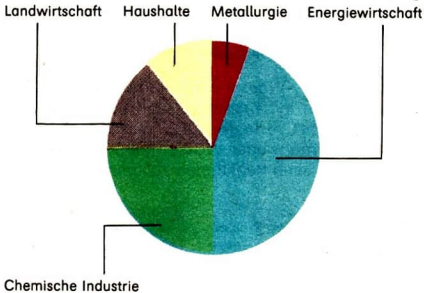

Abb. 21
**Nutzung natürlicher Wasservorräte.** Alle Lebewesen müssen regelmäßig Wasser aufnehmen. Wasser dient im täglichen Leben zur Körperpflege und zum Reinigen von Wäsche und anderen Gegenständen. ① ② Wasser wird in Industrie und Landwirtschaft als Lösungsmittel, Reinigungsmittel und Kühlmittel sowie als Wärmeüberträger benutzt (Abb. 21). Außerdem wird es zur Bewässerung des Bodens benötigt.